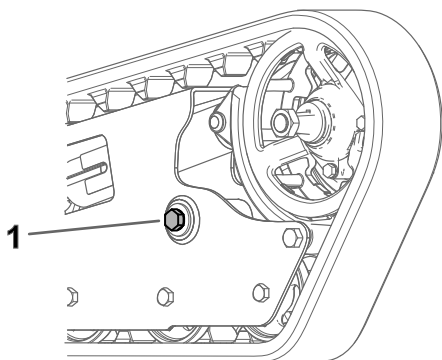

Рисунок 6
6. Ослабьте задний болт крепления задней рамы гусеницы к машине (Рисунок 6).